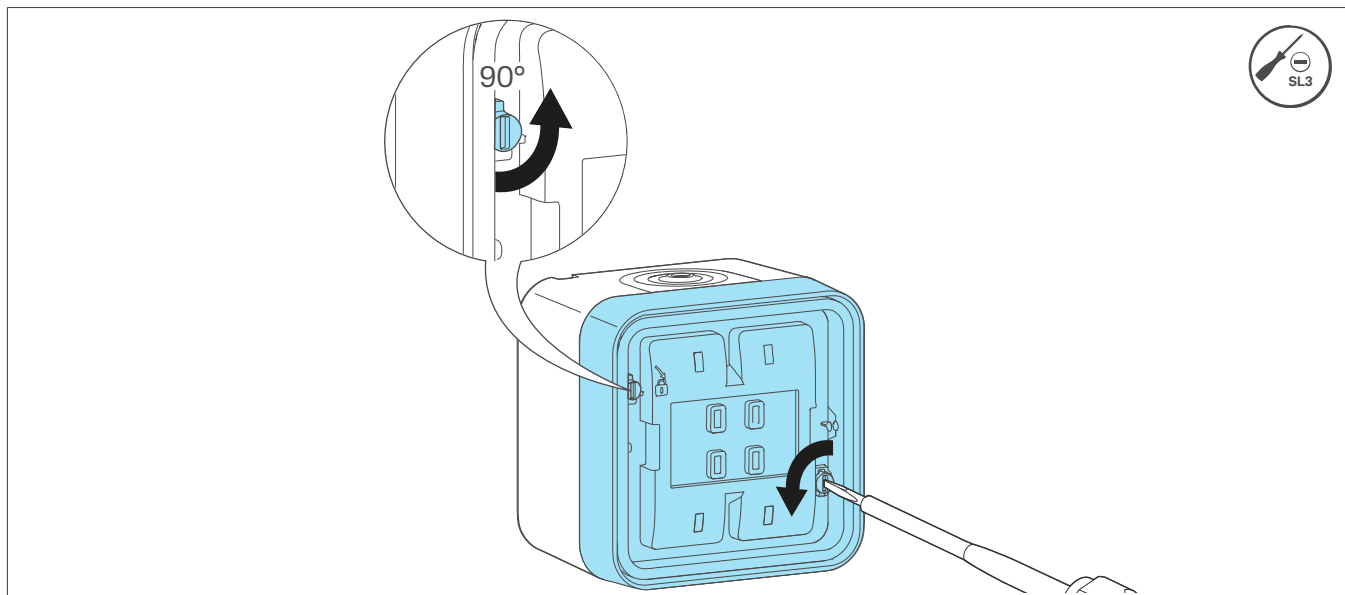

Bild 3: Bajonett-Schnellverschlüsse entriegeln
- 2 Bajonett-Schnellverschlüsse (8) mit dem Schraubendreher durch ¼-Drehung nach links entriegeln (Bild 3).